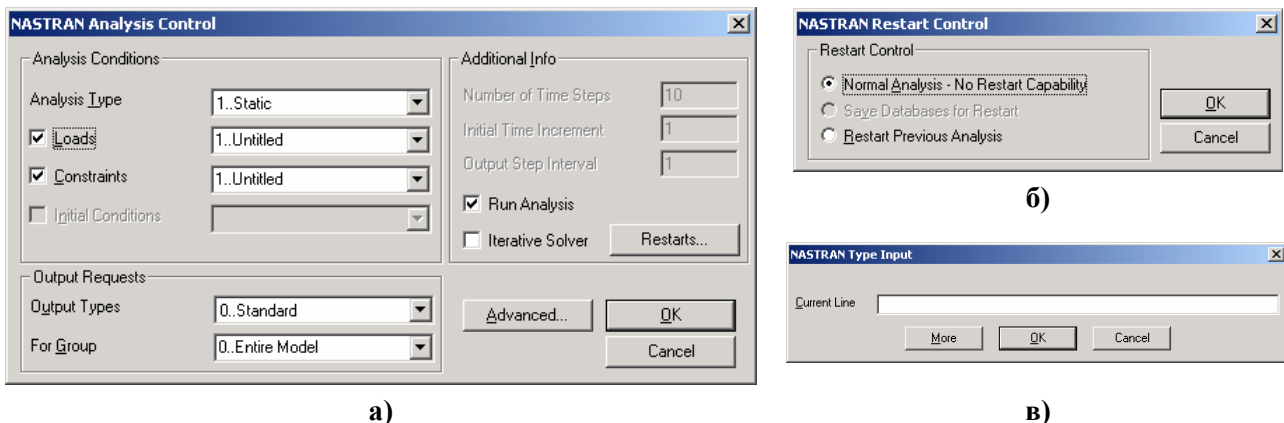

Рис.4.6. Діалогові панелі: а) – одиничного запуску процесу розрахунку крайової задачі; б) – настроювання рестарту; в) – введення текстового рядка
Дається команда **File**→**Analyze...**, вказується (створюється) файл (з розширенням імені **.dat** або **.nas**. **Увага:** назва – без пробілів, знаків #”\$*\=|/:?<>, кирилиці), на діалоговій панелі „**NASTRAN Analysis Control**”, що з’явиться (див. рис.4.6-а), обирається у списку „**Analysis Type**” потрібний тип задачі. У списках „**Loads**” (навантаження), „**Constraints**” (закріплення) та „**Initial Conditions**” (початкові умови) повинні з’явитися імена відповідних *активних* наборів, які можна змінити на інші (якщо інші набори створювалися).
Кнопкою „**Restarts...**” діалогової панелі „**NASTRAN Analysis Control**” можна викликати діалогову панель налаштування рестарту „**NASTRAN Restart Control**” (див. рис.4.6-б). На ній є три варіанта: „**Normal Analysis – No Restart Capability**” (звичайний аналіз без рестарту), „**Save Databases for Restart**” (зберігати дані для рестарту) та „**Restart Previous Analysis**” (провести рестарт попереднього аналізу). В останньому випадку викликається діалогова панель „**Restart From Database**” для пошуку файлу рестарту типу ***.master**. Рестарт необхідний для декількох типів задач, про що буде вказано у наступних розділах.
У полі „Solution Number” вказується значення (або її цифровий код) змінної **DMAP**, яка відповідає типу задачі і може мати значення, вказані у таблиці 4.1. Значення встановлюється тут відповідно до обраного типу на попередній панелі „NASTRAN Analysis Control” (див. рис.4.6-а), але можуть редагуватися користувачем з клавіатури.
- „**Type Input...**” – ввести будь-який текст (команду, параметр) за допомогою діалогового вікна, що з’являється (див. рис.4.6-в). Для початку нового рядка є кнопка „**More**”. Рядок-коментар потрібно розпочинати символом \$. Кнопка „**Cancel**” відмінює введення лише поточного рядка;
Примітка 4.1. Якщо умови *закріплення (Constraint Set)* тіла – незмінні та створено декілька наборів навантажень (**Load Set**), то декілька варіантів навантажень можна створити іншим чином: на діалоговій панелі „**NASTRAN Analysis Control**” (див. рис.4.6-а) з’являється